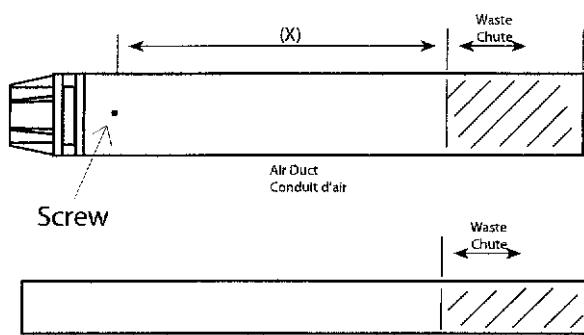

Fig. 3
3. Taking the air duct, mark dimension X as shown (Fig. 3). Measure the length of waste material, and transfer the dimension to the flue duct (Fig. 3).
3. En prenant le conduit d' air, marquer la cote X (voir Fig.3). Mesurer la longueur de la chute et la transférer sur le conduit des fumées (Fig.3).